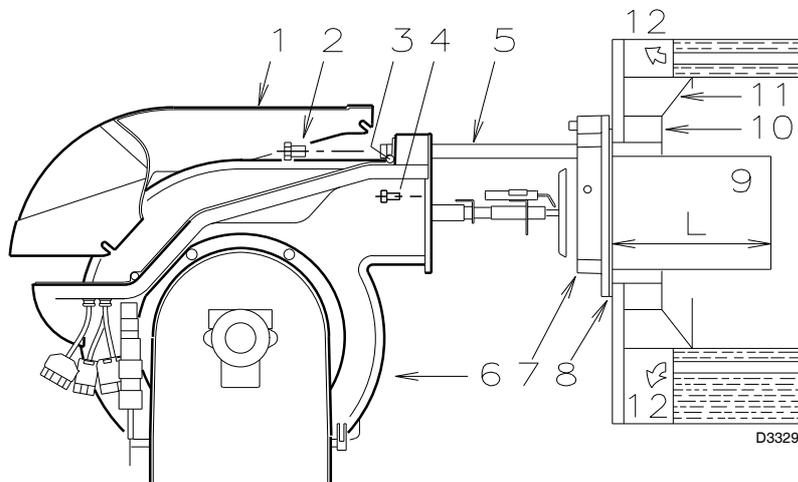

Fig. 7
Para as caldeiras com a frente refrigerada por água, não é necessário o revestimento refractário (10)-(11) (Fig. 7), excepto se o fabricante da caldeira assim o indicar.
- Afrouxar os 4 parafusos (3) e retirar a envolvente (1).
- Tirar os parafusos (2) das duas guias (5).
- Tirar os dois parafusos (4) que fixam o queimador (6) à flange (7).
- Retirar o tubo de fogo (9) com a flange (7) e as guias (5).
Fixar a flange (7) (Fig. 7) à placa da caldeira, intercalando a junta (8) (Fig. 7) fornecida. Usar os 4 parafusos fornecidos, depois de haver protegido a rosca com um produto antibloqueio.
- Abrir o queimador sobre as guias como se indica (Fig. 7, pag. 10).